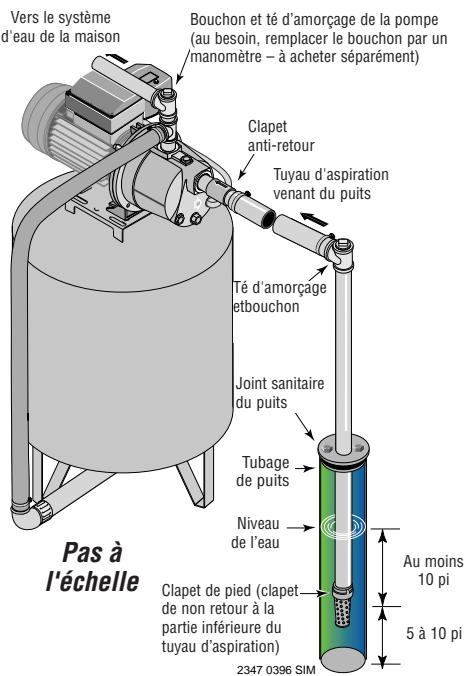

Figure 2 : Installation dans un puits à tubage
INSTALLATION SUR UN PUITS À TUBAGE DE 2 POUCES DE DIAMÈTRE OU PLUS GRAND (VOIR LA FIGURE 2)
2. Brancher le clapet de pied, la crêpine et le tuyau du puits (voir la Figure 2). S'assurer que le clapet de pied fonctionne librement.
4. Poser le té d'amorçage, le bouchon d'amorçage et le tuyau d'aspiration sur la pompe (voir la Figure 2). Brancher le tuyau provenant du puits sur l'orifice d'aspiration de la pompe en utilisant le moins possible de raccords - en particulier des coudes - étant donné que les raccords augmentent le frottement de l'eau dans les tuyaux (il faut toutefois ajouter un clapet de pied – voir la Figure 2). Le diamètre du tuyau d'aspiration doit être au moins aussi grand que le diamètre de l'orifice d'aspiration de la pompe. Utiliser du ruban téflon ou de la pâte pour raccords filetés à base de téflon sur les raccords filetés. Supporter le tuyau de façon qu'il ne soit pas cintré afin qu'il n'exerce pas de contraintes sur le corps de la pompe; de plus, il doit être légèrement incliné vers le haut, du puits jusqu'à la pompe (les points hauts risquent de causer des poches et des bouchons d'air dans la pompe). Rendre étanches les raccords du tuyau d'aspiration avec du ruban téflon ou une pâte pour raccords filetés à base de téflon. Les raccords doivent être étanches à l'air et à l'eau. *Si le tuyau d'aspiration aspire de l'air, la pompe ne pompera pas l'eau du puits.*